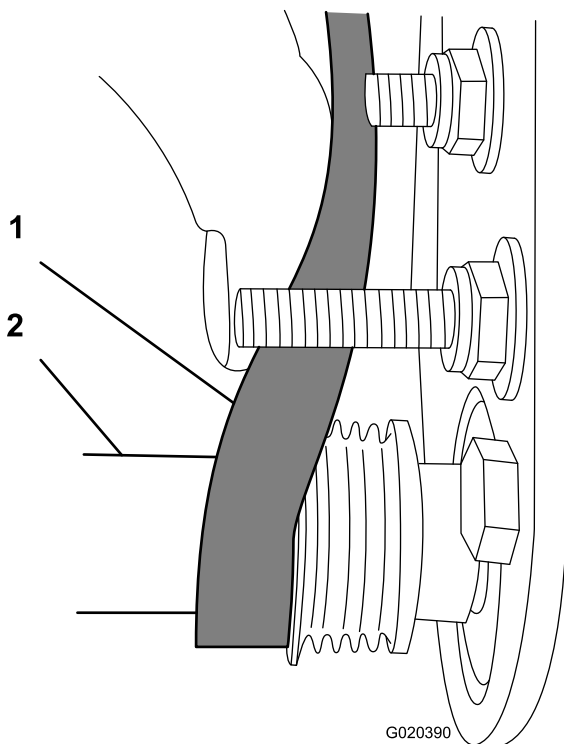

图15
- 启动从动皮带轮上的皮带 图15。
- 使用 9/16 英寸 深套管旋转滚筒刷组件并把皮带引入从动皮带轮 图15。